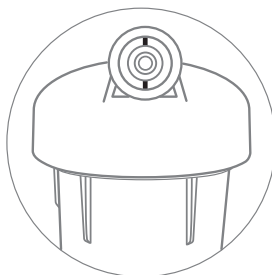
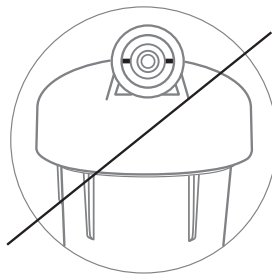

Рис. 6
Рис. 7
**Внимание!** Перед подключением фильтра к водопроводу обратите внимание на положение фитинга: рис. 6 – фитинг зафиксирован в посадочном месте, рис. 7 – фитинг не зафиксирован в посадочном месте.